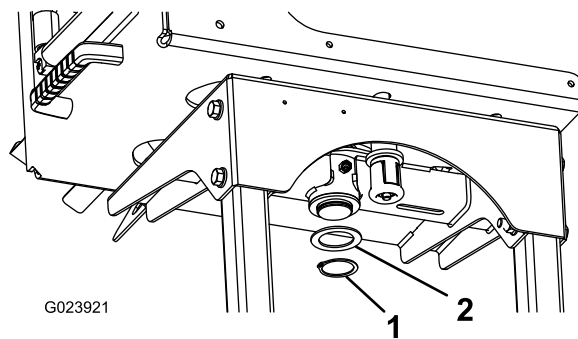

図 5
4. ホースリールフレームの下側で、スイベルプレートの柱にスラストワッシャとスナップリングを取り付ける (図 5)。